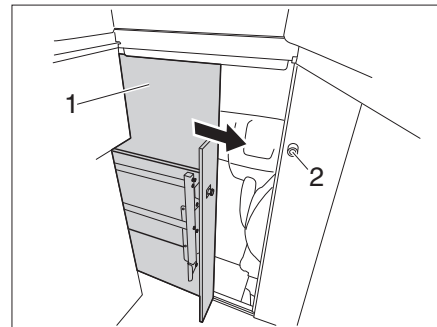

Bild 59 Schloss Fahrerhaus
- ▷ Nur mit gesicherter Tür (Bild 59,1) fahren.
- Tür (Bild 59,1) zuschieben, bis sie im Schloss einrastet.
- Den Griff (Bild 59,2) entgegen dem Uhrzeigersinn drehen, bis die Tür verriegelt ist.
- Den Griff (Bild 59,2) im Uhrzeigersinn drehen, bis die Tür entriegelt ist.
- Die Tür (Bild 59,1) aufschieben und sichern.